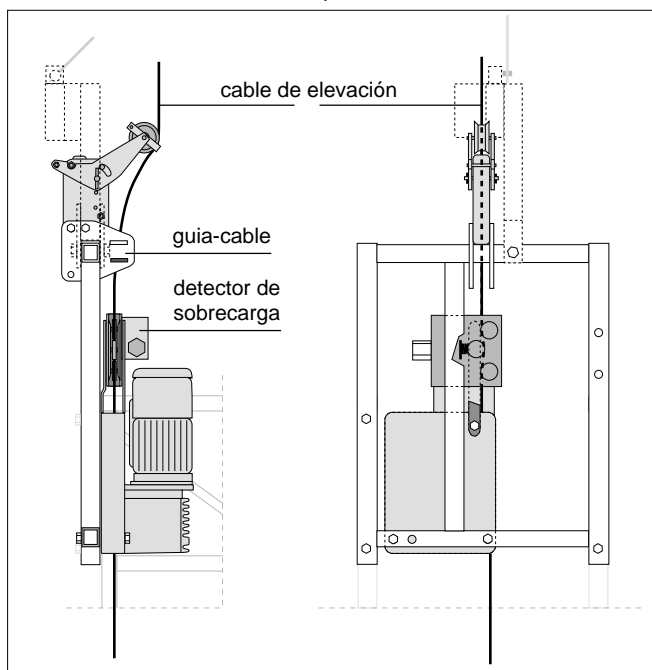

Fig. 1.28
a) . . . en las liras extremas (Fig. 1.28)
- Pasar el cable de elevación (151) por el rodillo de la palanca del BLOCSTOP (109), y por la guía-cable
- Pulsar el botón ASCENSO (43) y continuar empujando el cable con la mano, hasta que éste salga por la boquilla de la parte inferior del cárter del aparato.
- Pulsar el botón de ASCENSO (43) hasta que el cable quede ligeramente en tensión.